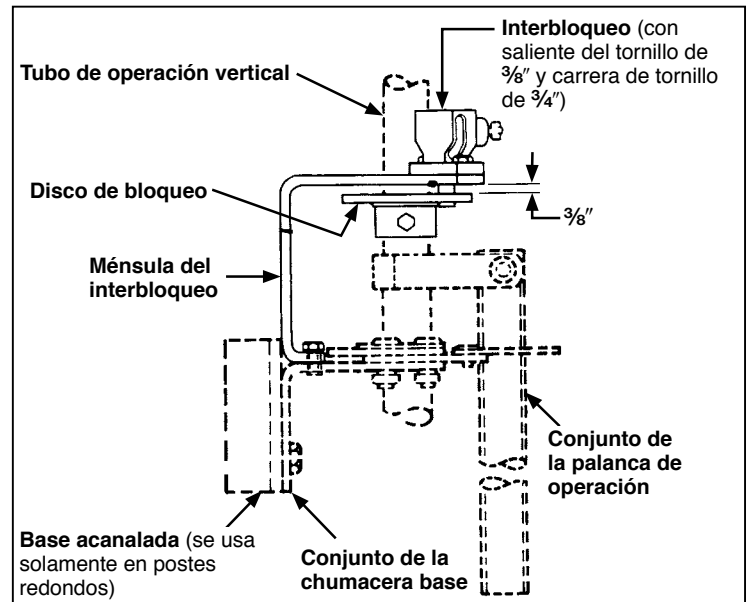

Figura 20. Detalle del grupo del interbloqueo de llave.
Con interbloqueo de llave: el grupo del interbloqueo (Vea la Figura 20) incluye un interbloqueo de llave Superior, Tipo B6003-1 Mk II con llave sencilla o múltiple (o su equivalente), con una saliente de tornillo de $\frac{3}{8}$ " y una carrera de tornillo de $\frac{3}{4}$ ", un disco de bloqueo, y ménsula de interbloqueo. Si se especifica "sólo aditamento" para el interbloqueo de llave, el interbloqueo no vendrá incluido. Ensámblelo a la palanca de operación de la siguiente manera:
- a. Deslice la ménsula del interbloqueo, el disco de bloqueo, el conjunto de la palanca de operación y el conjunto de la chumacera base en la sección más baja del tubo de operación vertical con el disco de bloqueo y el conjunto de la palanca de operación entre la ménsula del interbloqueo y el conjunto de la chumacera base como se ilustra en la Figura 20. Atornille el conjunto de la chumacera base al poste en la posición que se indica en el plano de montaje. Al mismo tiempo, utilice uno de los tornillos de montaje para fijarle un extremo de la cinta de tierra (el extremo que trae el conector de puesta a tierra) al conjunto de la chumacera base.▲